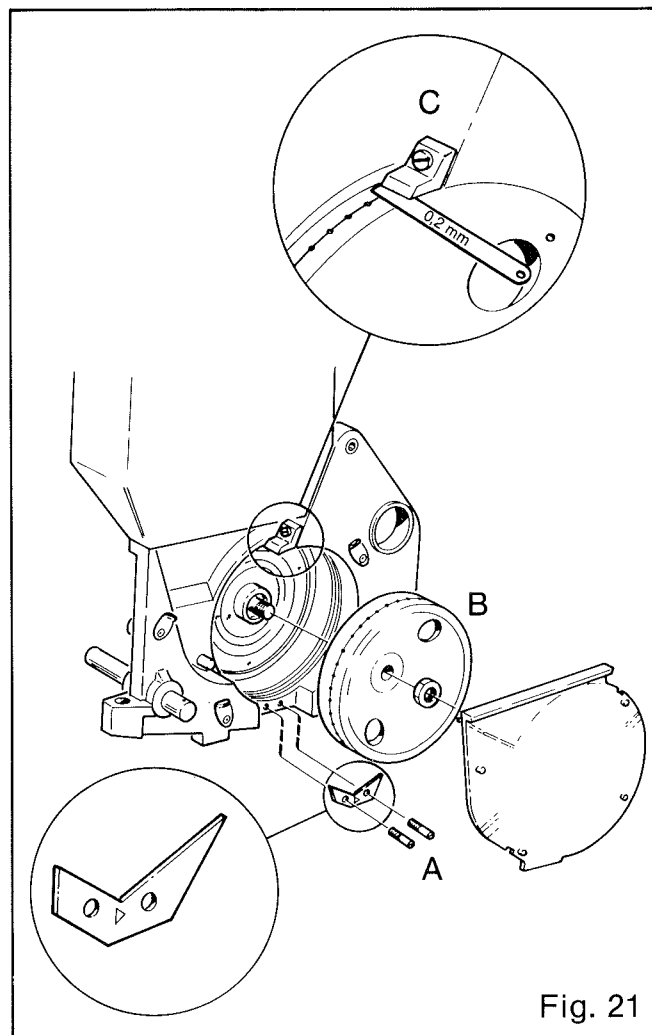

Fig. 21
- Montera cellhjulet med utkastarkniven (B) i spåret, se fig. 21. Utkastaren monteras i pilens (→) riktning. Cellhjul med två hålradar monteras med två utkastarknivar. Kontrollera att avstrykaren (C) ligger 0,2 mm från cellhjulet. Använd bladmått, enligt figur 21.